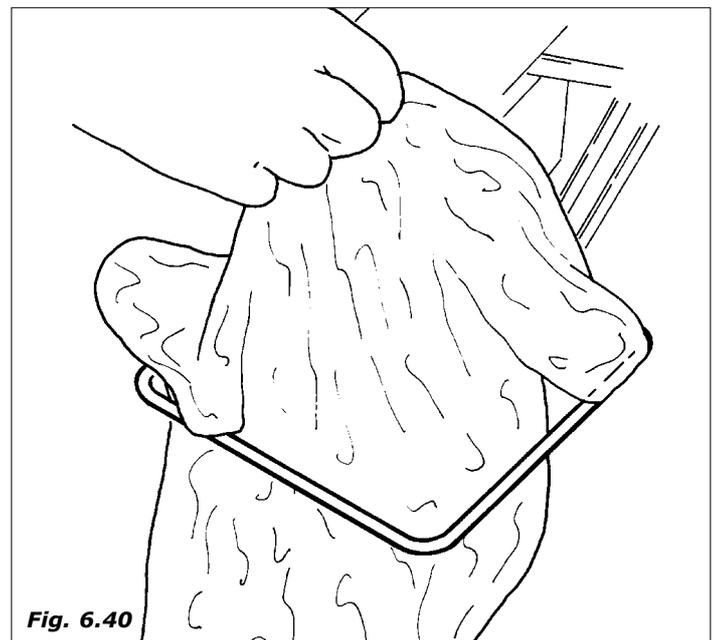

Fig. 6.40
- Quitar del soporte el anillo de sujeción (Fig.6.40)